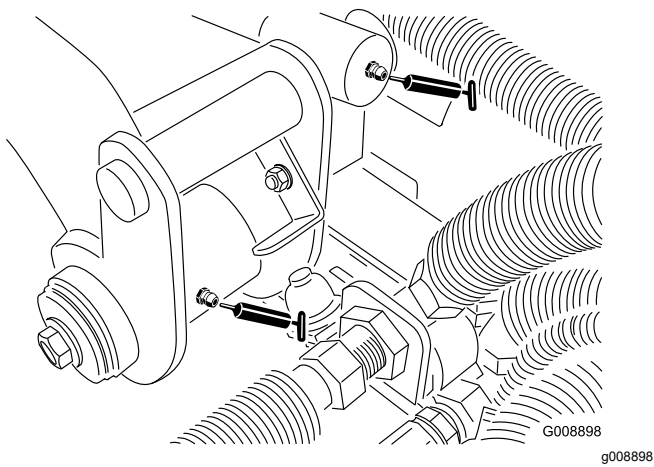

Bild 36
- 2 hintere Hubarm-Drehbüchsen und Hubzylinder (Bild 36)